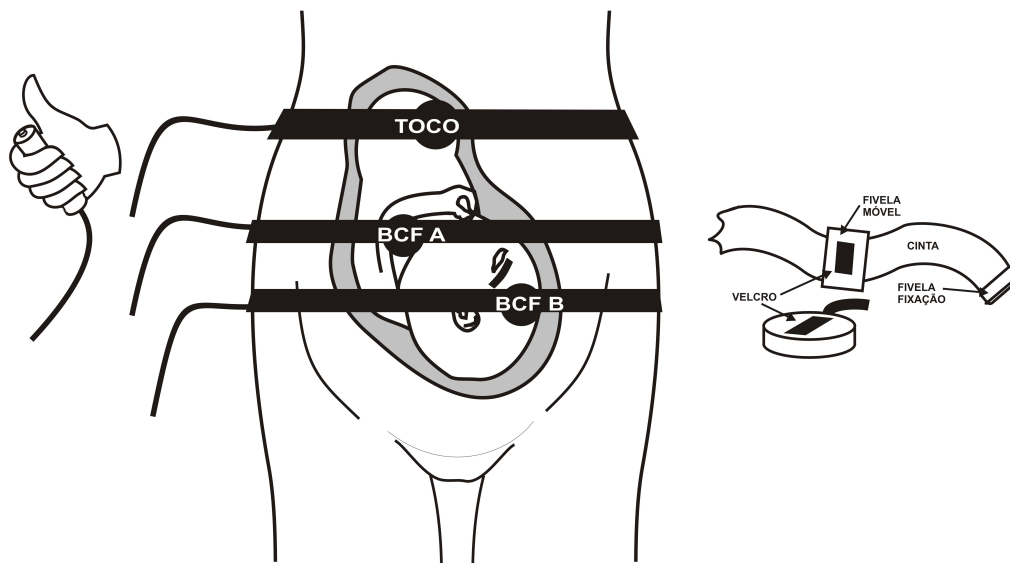

Figura 18 – Posicionando os transdutores
5. Aplique uma pequena camada de gel sobre os transdutores de BCF, transpasse a cinta elástica ao redor do abdômen da paciente e prenda o transdutor na fivela com o velcro (conforme figura 18);
6. Ajuste o transdutor Tocodinamômetro com a cinta elástica na paciente (conforme figura 18);